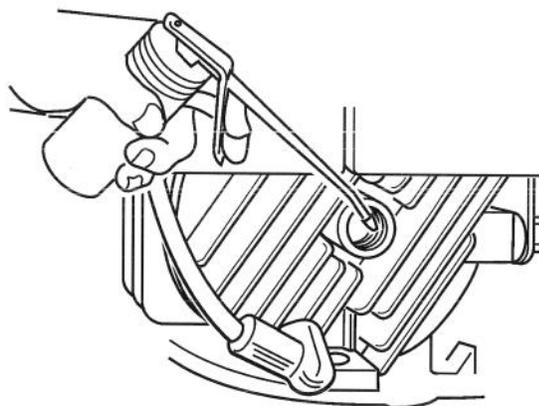

Figure 52
1. Retirer la bougie. Au moyen d'une burette, injecter environ une cuillère à soupe d'huile dans le trou de la bougie (Fig. 52).